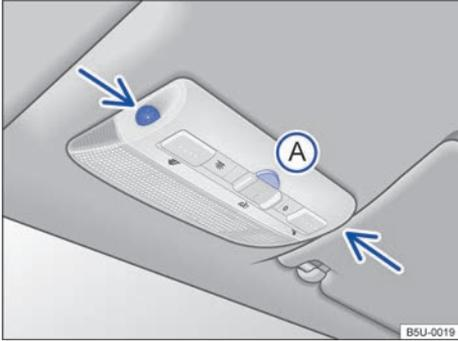

Fig. 26 En la consola del techo: sensores de monitoreo del interior del vehículo y tecla **A** para desconectar el monitoreo del interior del vehículo.
El monitoreo del interior del vehículo dispara la alarma con el vehículo bloqueado, si reconoce movimientos en el interior del vehículo. El sensor y el receptor están ubicados en el conjunto de la luz de lectura → fig. 26 (flechas).
- Presionar la tecla → fig. 26 **A**. En el panel de instrumentos la luz de control  se enciende.